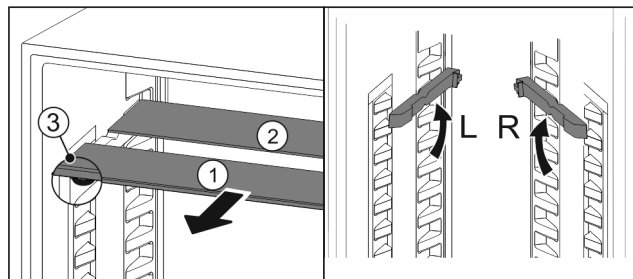

Fig. 97
- ▶ Skleněné desky jednotlivě vytáhněte dopředu Fig. 97 (1).
- ▷ Skleněná deska Fig. 97 (1) s ozdobnou lištou leží vpředu.
- ▷ Záračky Fig. 97 (3) směřují dolů.